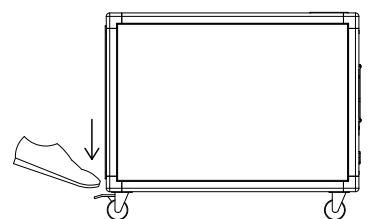

Fig. 1
- Dos de las ruedas disponen de freno de seguridad. Una vez que la unidad se encuentre en su ubicación definitiva, active el freno de las ruedas. Para hacerlo ejerza presión con el pie sobre el freno de seguridad (Fig 1).
- Con la ayuda de la llave suministrada con el equipo, afloje y retire los tornillos que sujetan la tapa de acceso a filtros (Fig.1).